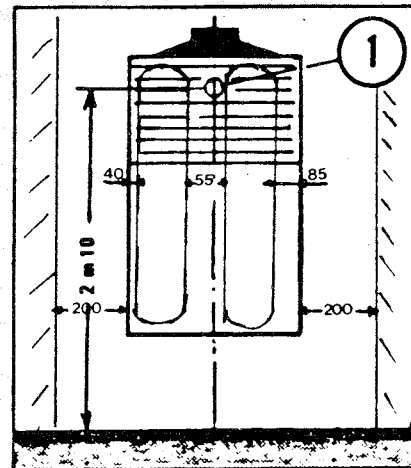

Fig. 4
- Zijdelings een minimumafstand laten voor onderhoud (fig. 4).
De montageplaat presenteren, door de onderste rand van de plaat op de reeds aangebrachte horizontale lijn te plaatsen, en vervolgens de 3 bevestigingsgaten aantekenen (eerst 1 en vervolgens 2 en 3 - fig. 4 en 5).